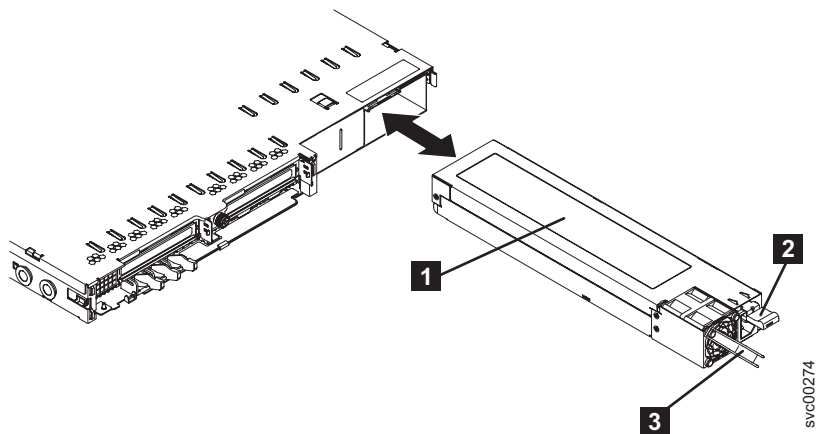

図 123. SAN ボリューム・コントローラー 2145-8G4 電源機構の取り外し
3. オレンジ色のリリース・タブ **2** (152 ページの図 123 に示す) を押したままの状態にして、ノードから電源機構を引き出します。